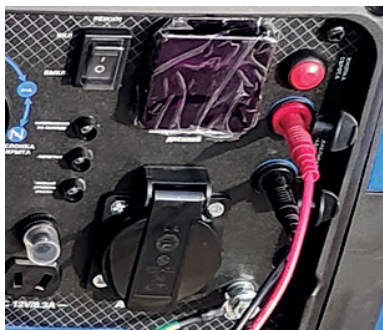

Рисунок 3
- 7) Подключите специальные соединительные кабели в специальные разъемы на панелях электростанций. Штекеры красного кабеля вставьте в разъемы красного цвета на контрольных панелях электростанций. Штекеры черного кабеля вставьте в разъемы черного цвета на контрольных панелях электростанций (рисунок 3).